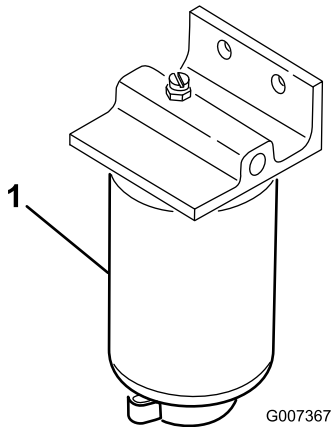

Figura 59
1. Coloque un recipiente limpio debajo del filtro de combustible(Figura 59).